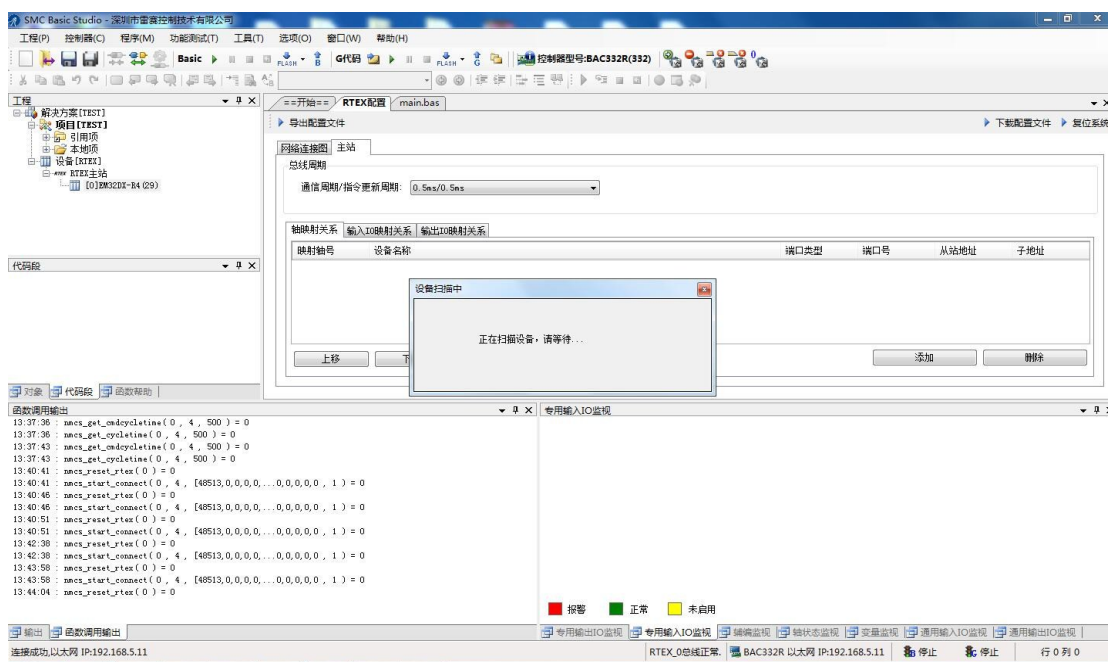

图 4.4 扫描从站
2) 扫描从站, 右击设备【Rtex】栏下 Rtex0,选择扫描从站。如图 4.4 所示: